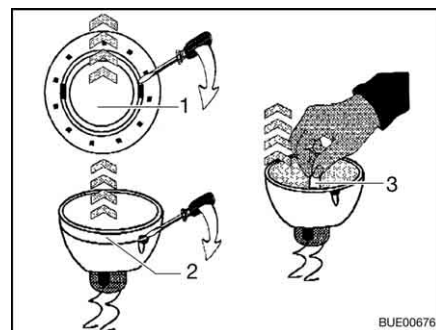

Bild 270 Byt halogenglödlampen
- Lossa den inre täckringen (Bild 270,1) från kåpan med hjälp av en skruvmejsel.
- Lossa täckringen med glasskivan (Bild 270,2) från den infällda halogenlampans undre del; använd en skruvmejsel.
- Tag ut halogenglödlampen (Bild 270,3).